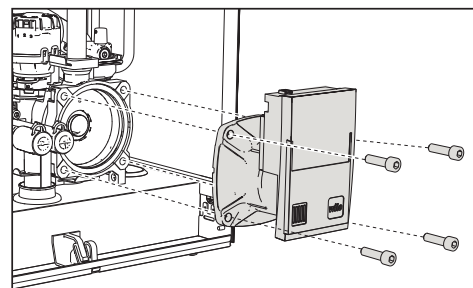

fig. 40
- Svitare e togliere il gruppo motore del circolatore (fig. 40)